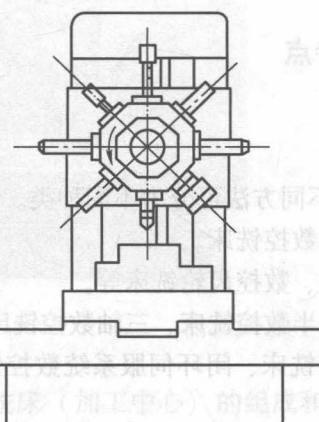
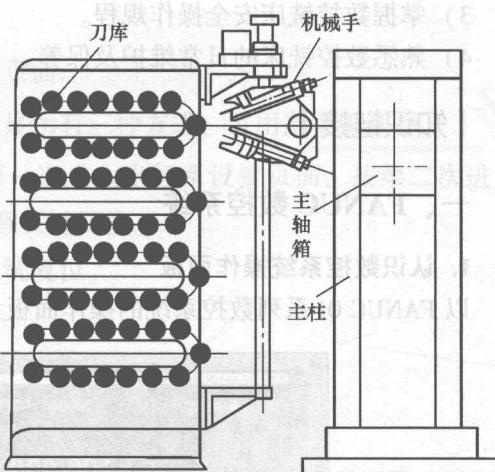

图 1-7 转塔头加工中心
图 1-9 刀库 + 机械手 + 主轴换刀加工中心
(2) 按自动换刀装置分类 通常可以分为四类：转塔头加工中心、刀库+主轴换刀加工中心、刀库+机械手+主轴换刀加工中心、刀库+机械手+双主轴转塔头加工中心，前三类分别如图1-7~图1-9所示。